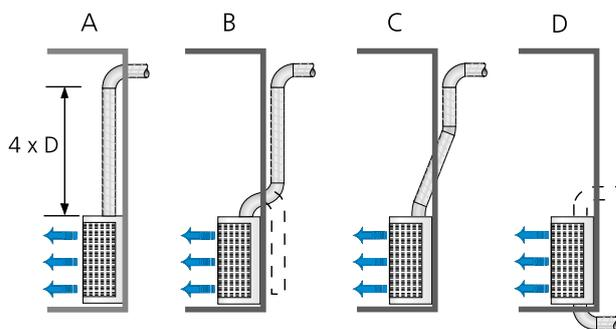

Figure 3. Exemples de l'augmentation du niveau sonore en fonction du type de raccordement des gaines. Voir le tableau.
- Le niveau de bruit augmente de près de 10 dB(A) dans un local standard avec surface d'absorption équivalente à 10 m².
- Apporter une attention particulière au branchement de diffuseurs raccordés à un circuit de gaines, de manière à éviter d'accroître le niveau de bruit. Voir figure 3.
- Les abaques donnent les valeurs du niveau sonore pour des locaux avec une surface d'absorption acoustique équivalente de 150 m² mesuré à 2 m du diffuseur. Toutes ces valeurs s'appliquent à une gaine raccordée de section droite et sans interférence. Voir figure 3 pour l'augmentation du niveau sonore en fonction du raccordement de la gaine.
- La valeur dB(C) est normalement de 6 à 9 dB supérieure à la valeur dB(A).